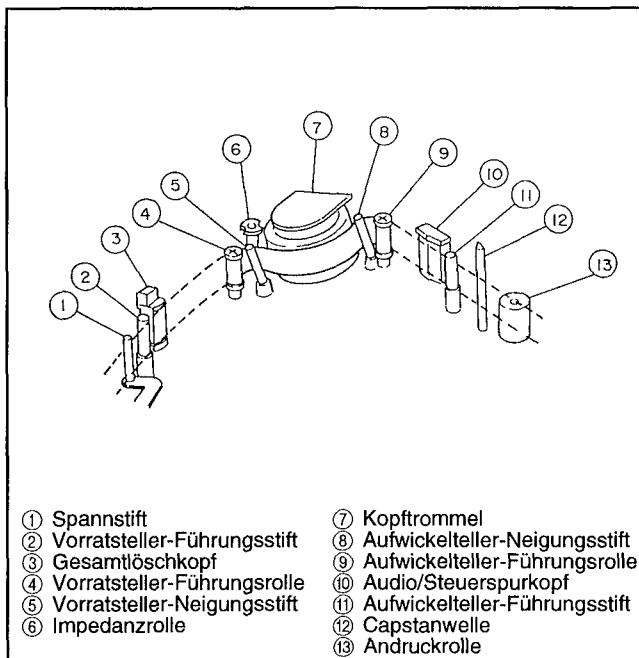

Abb. 3
- (2) Fett und Öl für Wartung (Abb. 3)
- (3) Alkohol
- (4) Watte
- 2) Reinigen des Bandtransportsystems (Abb. 3)